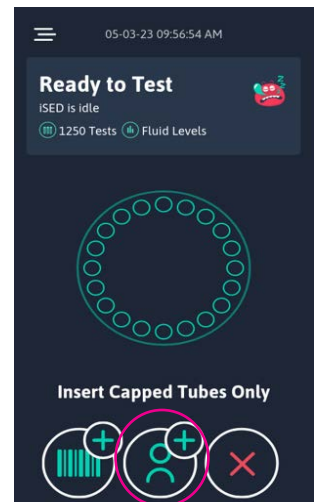

Figura 22
1. Selecione o ícone “pessoa com o sinal de mais” (Figura 22).